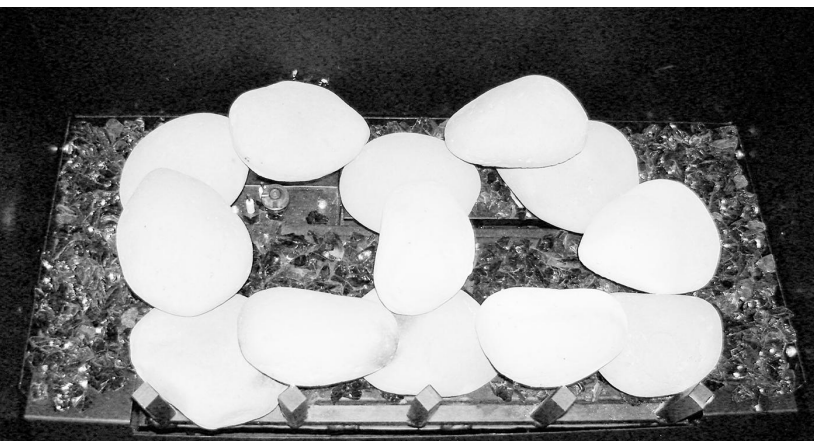

Figure 41 - Mise en place des pierres # 11-13.
5. Placez les pierres (# 11-13) sur le dessus de la première couche de pierres comme indiqué sur l'image ci-dessous Voir la figure 41.